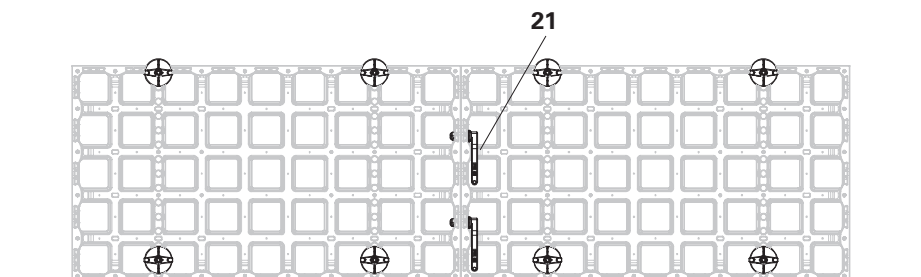

Fig. B11.02b
Lorsque des panneaux sont utilisés dans le sens horizontal, seuls 2 connecteurs DUO (21) sont nécessaires pour relier les jonctions courtes. (Fig. B11.02b)